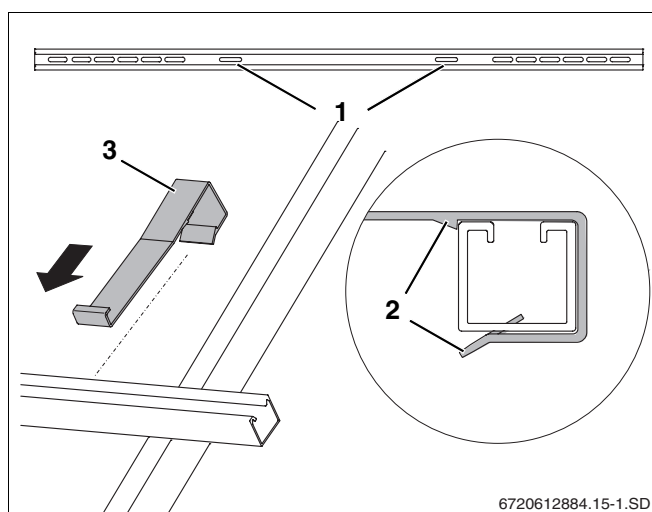

fig. 14 Aplicação das protecções contra deslizamento
- Empurre as protecções contra deslizamento (fig. 14, **item 3**) nos furos oblongos internos (fig. 14, **item 1**), sobre os perfis, até que encaixem (fig. 14, **item 2**).